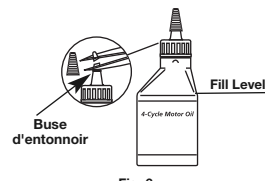

Fig. 6
Votre appareil est livré avec une bouteille d'huile SAE 30 SF, SG, SH de 90 ml (3,04 oz) (Fig. 6).
- Dévisser le bouchon de la bouteille d'huile et retirez le papier couvrant l'ouverture. Remplacez le bouchon. Coupez la pointe de la buse de l'entonnoir (Fig. 6).